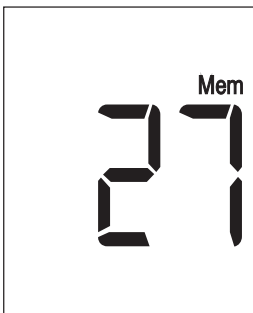
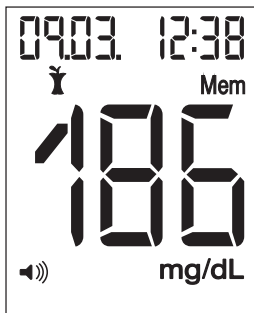

Figura 1
Figura 2
- 1 Encienda el aparato de medición con la tecla de encendido y apagado [4]. Se visualiza brevemente la pantalla de inicio. Pulse la tecla basculante „+“ o „-“ [6]. Se visualiza brevemente „Mem“ y el número de pruebas de glucemia memorizadas (figura 1). Después se visualizan los valores guardados en la memoria con la unidad de medida, la fecha, la hora, „Mem“ y posiblemente la marca disponible para el valor de medición (figura 2).